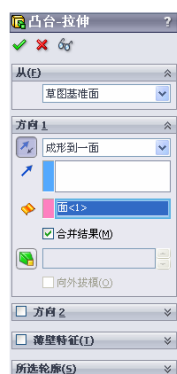
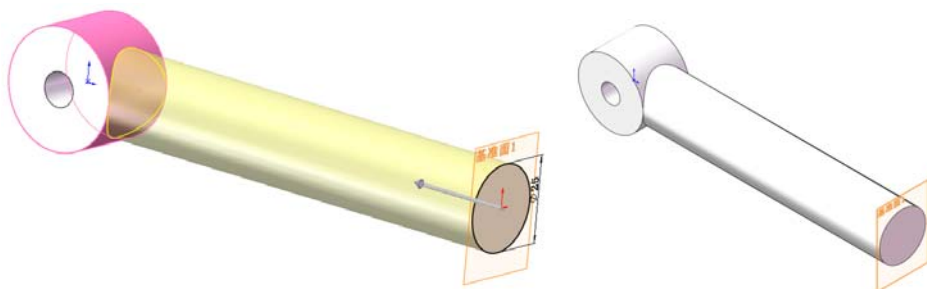

图 13-20 “凸台-拉伸” 属性管理器
图 13-21 拉伸实体
(6) 拉伸实体。选择菜单栏中的“插入”→“凸台/基体”→“拉伸”命令，或者单击“特征”工具栏中的（拉伸凸台/基体）按钮，此时系统弹出如图 13-20 所示的“凸台-拉伸”属性管理器。设置拉伸终止条件为“成形到一面”，并选择圆柱面，然后单击（确定）按钮，结果如图 13-21 所示。